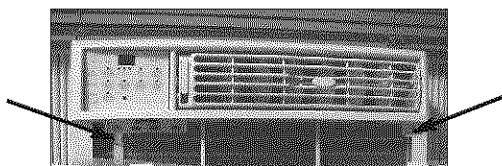

FIGURA 2
- Coloque la sección superior de la parte delantera decorativa sobre la brida superior de la caja, y alinee las pestañas con las ranuras de la caja (Figura 2).